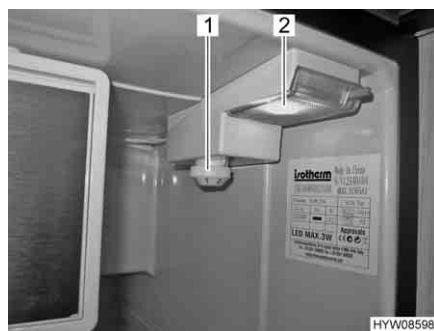

Fig. 96 Elemento di comando (frigorifero)
■ Ruotare il termoregolatore (Fig. 96,1) in senso orario dalla posizione "0" alla posizione "1". Il forno è acceso, l'illuminazione interna (Fig. 96,2) è accesa.
**Spegnimento:** ■ Ruotare il termoregolatore (Fig. 96,1) in senso antiorario sulla posizione "0". Si deve qui superare una leggera resistenza.
**Impostazione della temperatura:** ■ Impostare la temperatura al termoregolatore (Fig. 96,1).